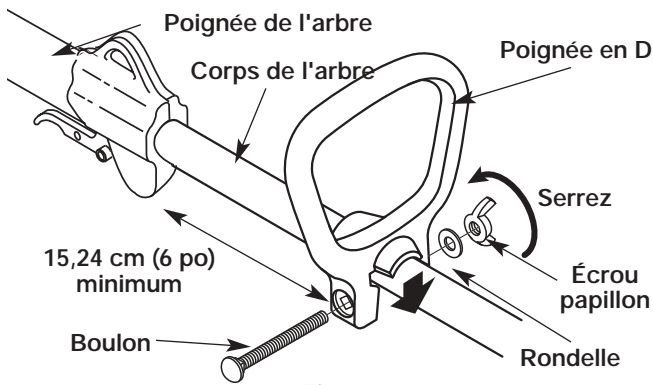

Figure 1
1. Enfoncez la poignée en D sur le corps de l'arbre afin de l'incliner vers la prise de l'arbre (Fig. 1). Le trou de boulon carré de la poignée se trouve à droite.